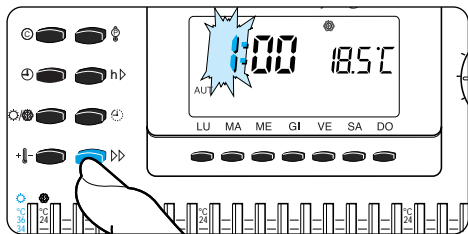

Fig. 13
5.3 - Premere il pulsante  sino a che non si raggiunge l'ora esatta (fig. 13).